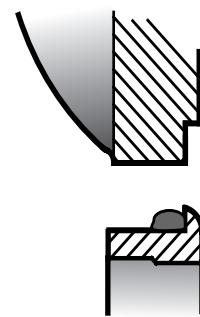

Figura 5 Sello de la Brida de la Tapa del Rodamiento Inferior
4. Instale la tapa del fondo utilizando sellador como se indica en la **Figura 5** y apriete los tornillos de la tapa hasta 34 N·m. Utilice el paquete de calzos viejo o forme un paquete de calzos de igual espesor (**420**) e instale la tapa del retenedor del rodamiento inferior. No instale en este momento el anillo en